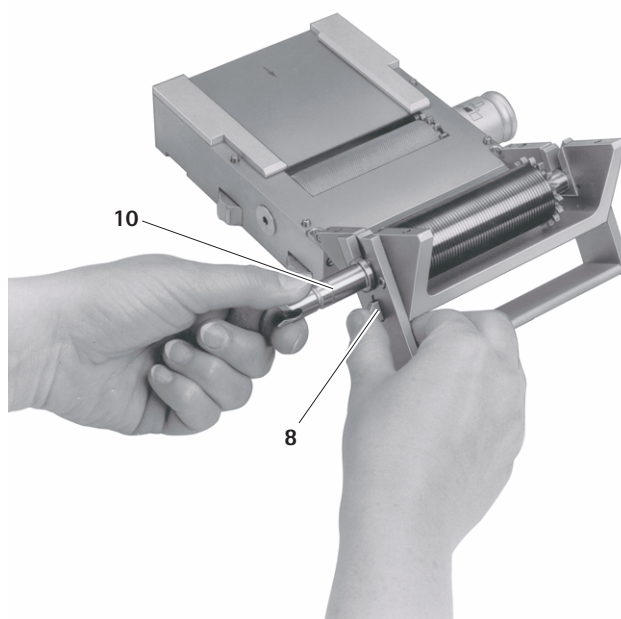

Fig. 3
- ▶ Maintenir le verrou 8 pressé et tirer en même temps la tige 10 pour désaccoupler le cylindre de coupe 2, voir Fig. 3.
- Presser le cylindre de coupe 2 par la tige 10 dans les appuis 20 jusqu'à ce qu'il s'engage, voir Fig. 3.